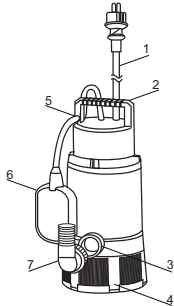

Рис. 2
6.1. Насос представляет собой моноблочный агрегат (рис. 2), корпус которого разделен на гидравлическую насосную часть и электродвигатель.
8.10.1. Установить на напорный патрубок штуцер-колени и затянуть его гайкой (рис. 2).